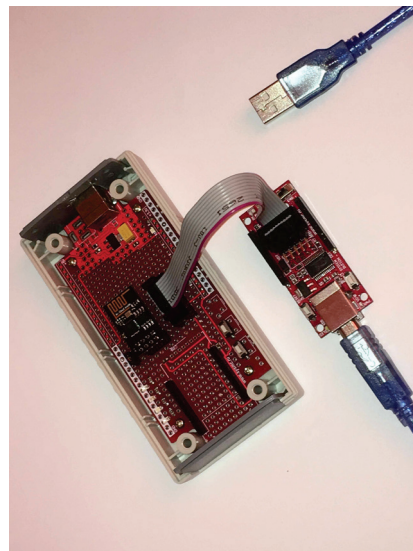

Рисунок 4
- 3.8. Подключаем шлюз к компьютеру через переходник USB-UART (Рисунок 4), предварительно надев джампер на перемычку.